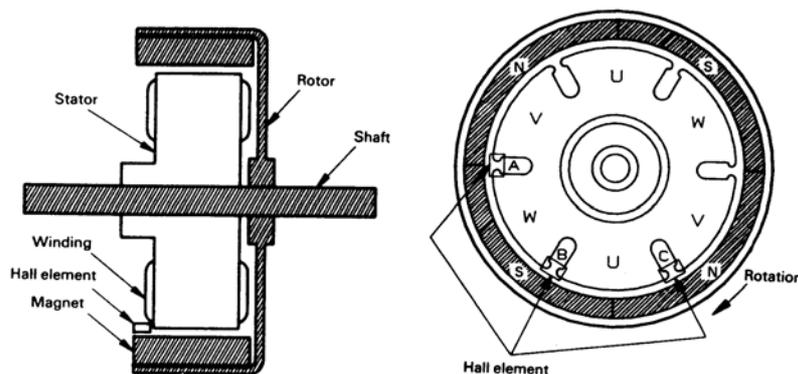

Fig.2.
Dans toute l'étude, nous prendrons comme condition initiale la position définie sur la figure 2 et nous considérerons comme sens de rotation positif celui défini sur cette figure. Le rotor est équipé d'un aimant permanent disposé en 4 pôles autour de sa périphérie. Les trois bobines statoriques, couplées en étoile, sont disposées de façon diamétrale au sein des 6 encoches du stator.
Nous savons que la forme des f.e.m. induites dans le stator par la rotation du champ magnétique rotorique est directement liée à la position du rotor. Le capteur de position utilisé est constitué de trois sondes à effet hall, judicieusement placées (Voir Fig.2.).
9. En conservant le repérage des phases de la figure 2, compléter les chronogrammes de conduction des différents transistors de puissance (compléter le document réponse).